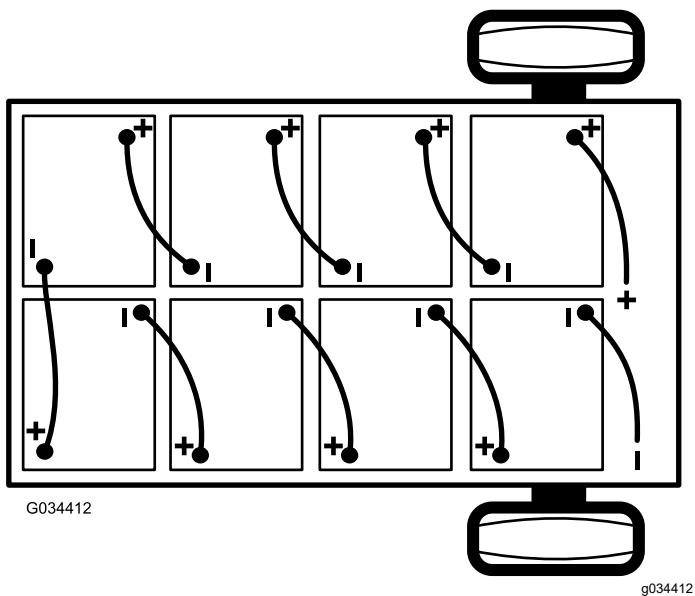

Рисунок 38
- Отсоедините главный отрицательный кабель аккумулятора (черный), который соединяет блок аккумуляторов с точкой заземления автомобиля (Рисунок 38).
- Отсоедините главный положительный кабель аккумулятора (красный), который соединяет блок аккумуляторов с главным контактором автомобиля (Рисунок 38).
Примечание: При установке аккумуляторов обращайте внимание на их полярность (Рисунок 38).
- Соедините аккумуляторы между собой, как показано на Рисунок 38, с помощью промежуточных соединительных кабелей, снятых при выполнении пункта 1.
- Подсоедините главный положительный кабель аккумулятора (красный) между блоком аккумуляторов и автомобилем (Рисунок 38).
- Подсоедините главный отрицательный кабель аккумулятора (черный) между блоком аккумуляторов и автомобилем (Рисунок 38).